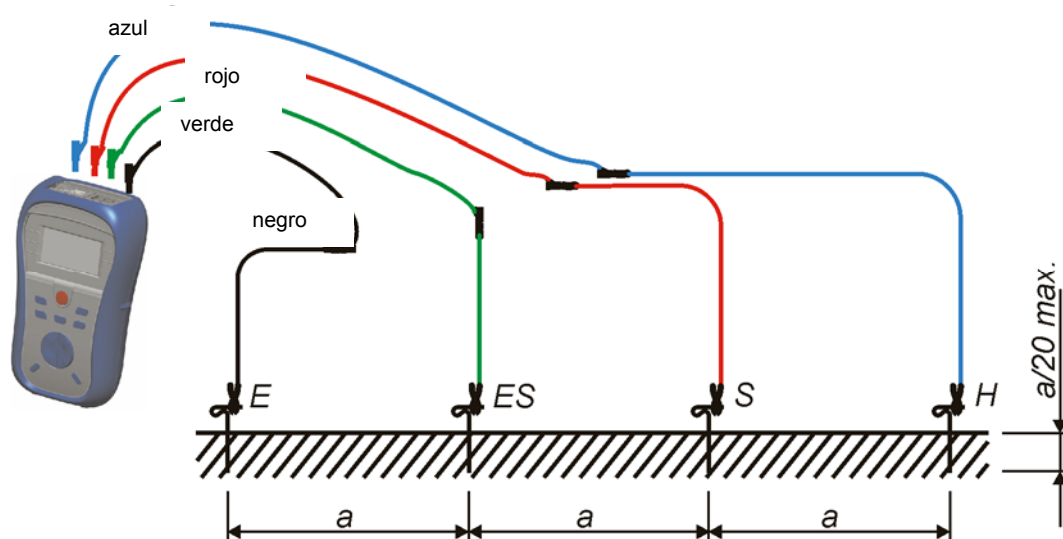

Figura 5.9: Medición de la resistencia de tierra específica
- ❑ **Conecte** el accesorio de prueba al objeto a comprobar (vea la figura 5.9).